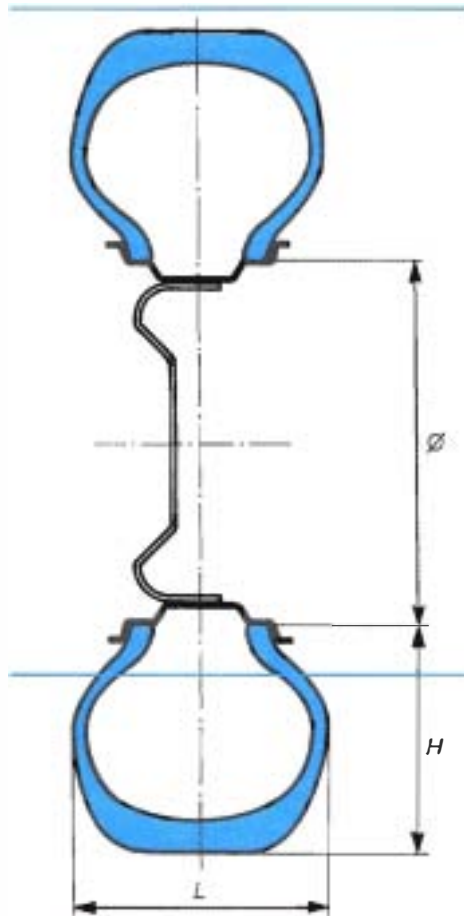

Figure 18.11 • Marquage des pneumatiques.
Les nombres « 165 », « 185 » (première dimension) indiquent la largeur (L) du boudin prise de flanc à flanc lorsque l'enveloppe est montée sur la jante appropriée et gonflée à la pression préconisée. La dimension est donnée en général en millimètres (figure 18.11).